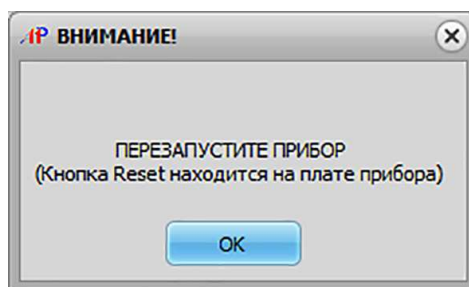

Рисунок 17
3.3.5 После связывания всех радиоканальных ОИ с Аларм-БРШС нажать в главном меню «Файл / Выход». В результате выполнения этой команды на экране ПЭВМ появится окно (рисунок 17).